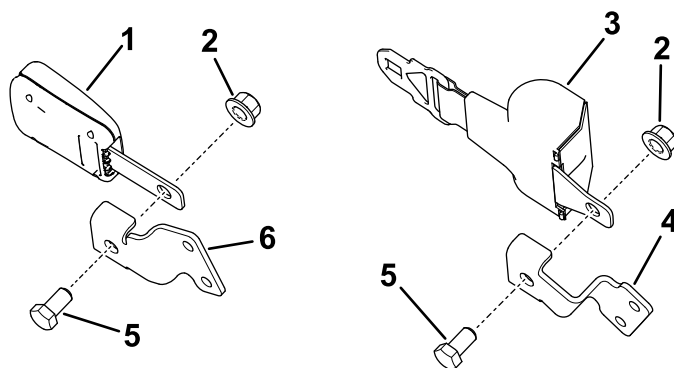

Figura 9
1. Monte los cinturones de seguridad sujetando la hebilla y la lengüeta al interior de los soportes de los cinturones de seguridad con 2 pernos de cabeza hexagonal (1/2" x 1") y 2 contratuercas (1/2"), como se muestra en la Figura 9.